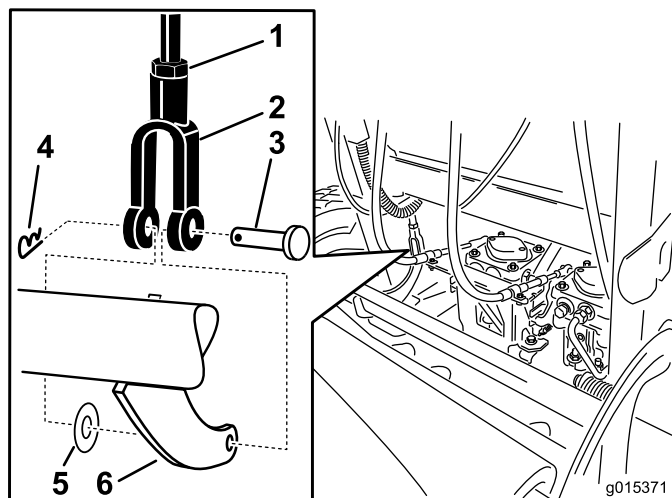

Figure 66
5. Pour régler le frein, retirez la goupille fendue et l'axe de chape du levier de frein inférieur et de la chape (Figure 66).
6. Desserrez l'écrou de blocage (Figure 66).
7. Tournez la chape. Pour serrer le frein, tournez la chape vers le haut. Pour desserrer le frein, tournez la chape vers le bas (Figure 66).
8. Fixez la chape au levier de frein inférieur avec la goupille fendue et l'axe de chape (Figure 66).
9. Resserrez l'écrou de blocage (Figure 66).